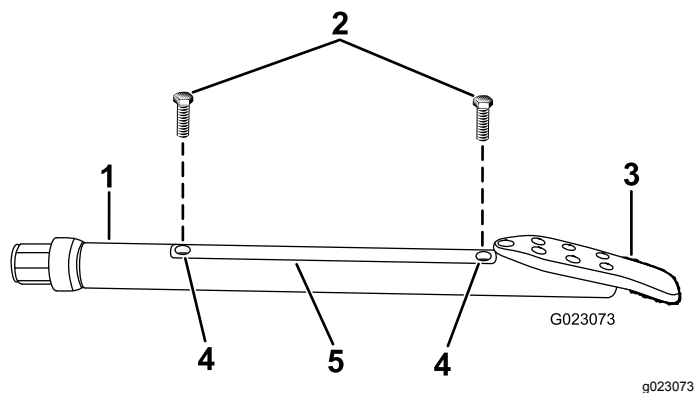

Figure 55
2. Desserrez les vis qui fixent le couvercle du porte-sonde au porte-sonde et déposez le couvercle (Figure 55).
4. Reposez le couvercle du porte-sonde et fixez-le au moyen des vis (Figure 55).